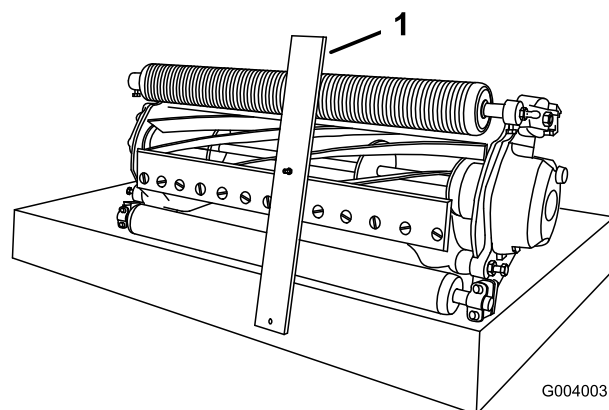

Figura 10
3. Agganciate la testa della vite sul tagliente della controlama, ed appoggiate la parte posteriore della barra sul rullo posteriore (Figura 10).